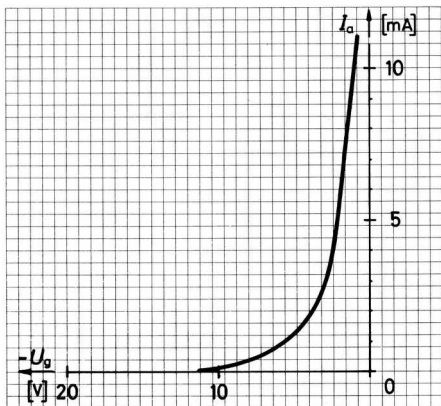

Bild 316
- i) Bestimmen Sie für die Regelpentode, deren I_a-U_g -Kennlinie Bild 316 zeigt, für die Gittervorspannungen -2 V und -8 V die Steilheit S_1 und S_2 .